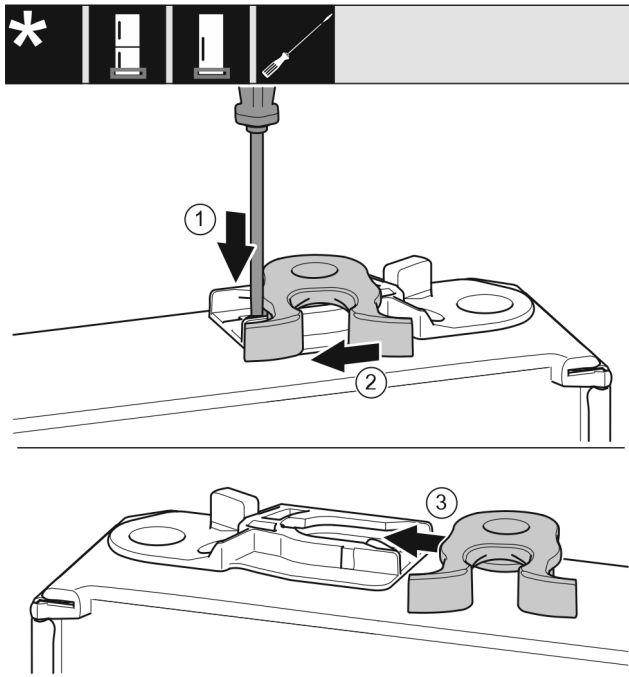

Fig. 46 *
- ▶ Lasche Fig. 46 (1) mit Schlitzschraubendreher nach unten drücken.*
- ▶ Schließhaken Fig. 46 (2) aus Führung ziehen.*
- ▶ Schließhaken Fig. 46 (3) auf anderer Seite in Führung schieben.*